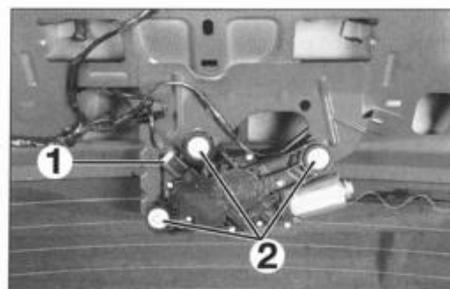

FIG. 73
- Sacar el conector (1) (fig. 73).
- Desmontar los tres tornillos (2) y el motor de limpiacristal.